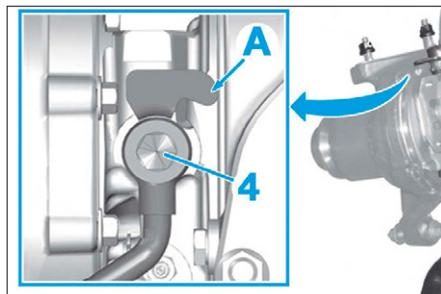

FIG. 69
- que le tube (24) est serré en contrainte sur le corps de turbine (en A) (Fig.69),